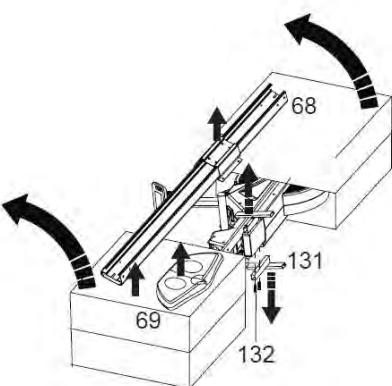
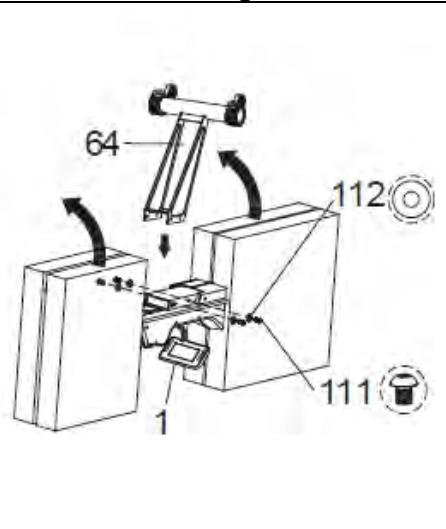

Fig.3
Fig.4
Seguido gire hacia la izquierda (En sentido contrario a las agujas del reloj), el conjunto completo Fig.3.
Coja el soporte delantero (64) e intodúzcalo en el cuerpo principal (1) Fig.3, atorníllelo con los tornillos (111) junto con las arandelas (112) Fig.3.
Retire los protectores traseros (P) Fig.3 y gire la maquina hasta apoyarla en los soportes (6) y (64) Fig.4.
Una vez posicionada la máquina como le muestra la Fig.4.
Coja el apoya pies (141) y acérquelo al cuerpo principal (1) Fig.4, atorníllelo con los tornillos (111).
A continuación retire los protectores (J) y el soporte de seguridad de cinta (K) Fig.4. Posicione el monitor (131) en dirección de la flecha, en un ángulo visible.